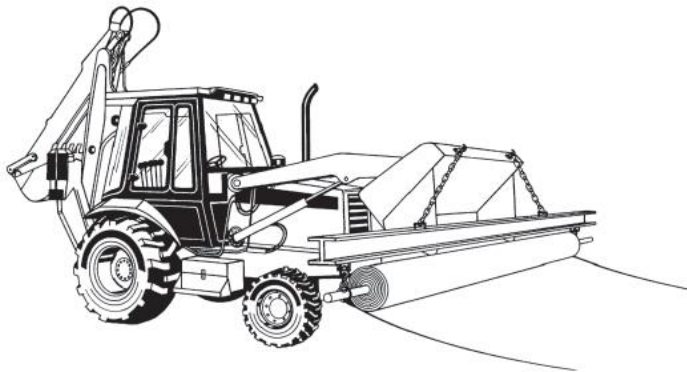

Bild 1.
2.2 Lyftkedjor eller band som tål minst rullens dubbla vikt ska användas i kombination med en spridarstång gjord av en I-balk. Spridarstången ska se till att lyftkedjorna eller lyftbanden inte skaver mot ändarna på rullen, som måste kunna rotera fritt under hela installationen, se bild 1.